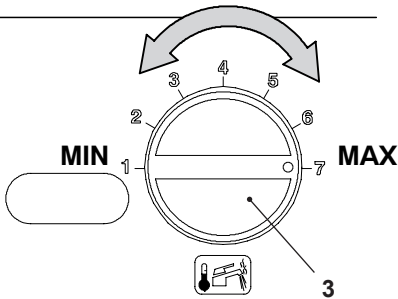

Fig. 9.14
- La potenza termica del riscaldamento può essere variata ruotando la manopola regolazione temperatura sanitaria 3 indicata in Fig. 9.14.